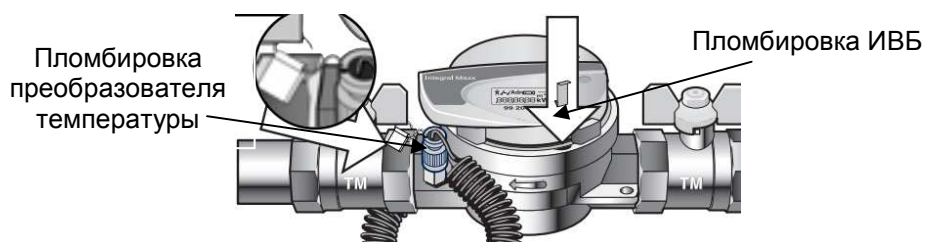

Рисунок 8 – Пломбирование счетчика CF-UltraMaXX МК
7.7.4 Для защиты счетчика от несанкционированного вмешательства между фиксирующим кольцом ИВБ и капсулой устанавливается пломба, которая идет в комплекте поставки счетчика (см. Рисунок 8).